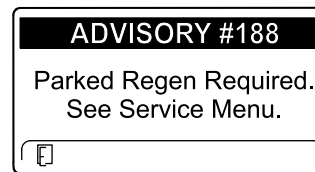

Figura 82
- Regenerare în stare de parcare solicitată ADVISORY #188 (recomandarea nr. 188) (Figura 82)